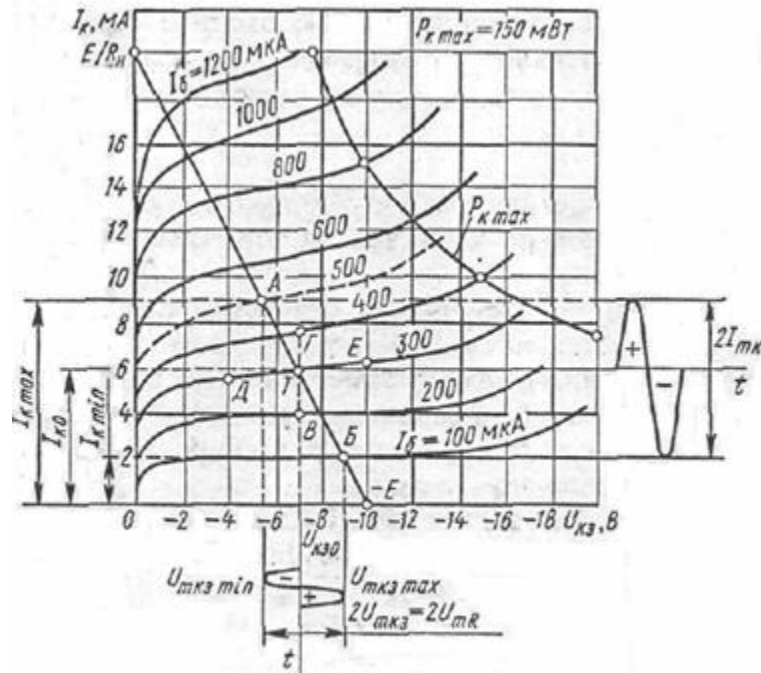

Рисунок 3.2
- на семействе выходных характеристик (рисунок 3.2) строим линию максимально допустимой мощности, используя уравнение: